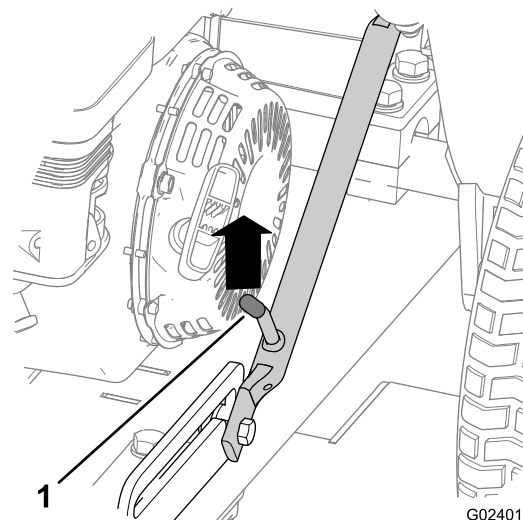
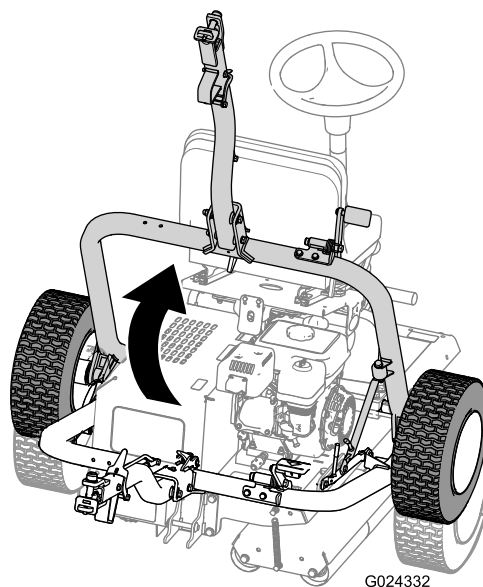

Рисунок 16
Рисунок 20
- A. Поднимайте сцепку, пока фиксирующий рычаг не выйдет из зацепления с прорезью защелки (Рисунок 16).
- D. Поднимайте сцепку (Рисунок 20), пока фиксирующий рычаг не войдет в зацепление с прорезью защелки (Рисунок 16).